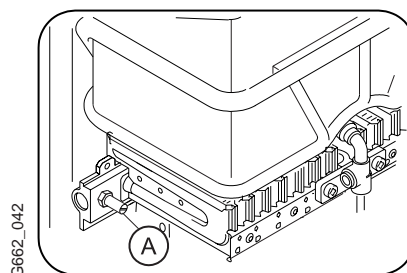

Fig.6
Soltar el tornillo de la toma de presión (A) del quemador (Fig.6) y conectar el manómetro.